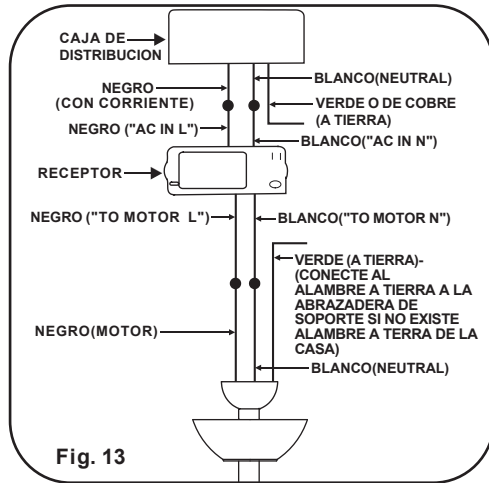

Fig. 13
Paso 2. Haga las conexiones del motor al receptor de la manera siguiente; Conecte el Alambre Blanco del ventilador al alambre Blanco marcado "TO MOTOR N" del Receptor. Conecte el Alambre Negro del ventilador al alambre Negro marcado "TO MOTOR L" del Receptor. (Fig. 13)
Paso 3. Haga las conexiones de la caja de distribucion a el Receptor de la manera siguiente; Conecte el Alambre blanco (neutral) de la caja de distribucion al alambre blanco marcado "AC in N" del receptor. Conecte el Alambre Negro (corriente) de la caja de distribucion al alambre Negro marcado "AC in L" del Receptor. Asegure las conexiones con los conectores de plastico proveidos. (Fig. 13)
Paso 4. Si su caja de distribucion tiene un alambre a tierra (verde o cobre) conéctelo a los alambres a tierra (verdes) de la Esfera de Soporte y la Abrazadera de Montaje. Si su caja de distribucion no tiene un alambre a tierra, entonces unicamente conecte los dos alambres a tierra de la Esfera de Soporte y la Abrazadera de Montaje. Asegure la conexion con un conector de plastico proveido. (Fig. 13)